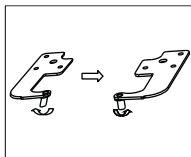

Рисунок 28
10. Отвинтите шарнирный штифт и переверните шарнир, затем переустановите шарнирный штифт (рис. 28).